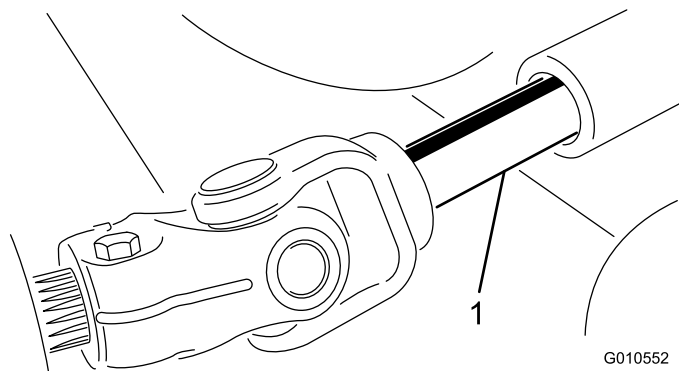

図 20
5. PTO シャフトのオスメスの接続部分を解除して、カッティングユニットをトラクションユニットから引き出す (図 20)。
3. オスの PTO シャフトとメスの PTO シャフトを接続する (図 20)。